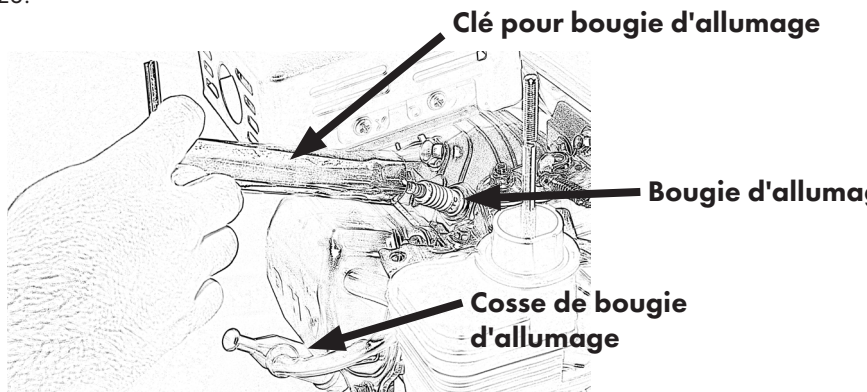

Figure 23
- Retirez la cosse de la bougie d'allumage et desserrez la bougie à l'aide de la clé à bougie, fig. 23.